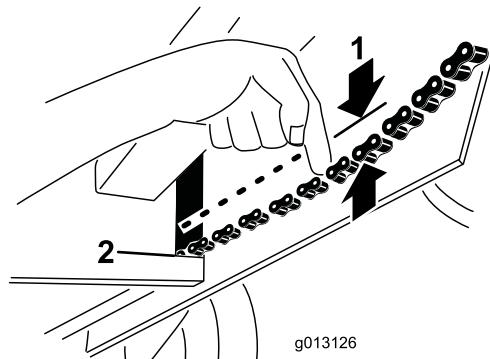

Figura 31
- Tire hacia abajo de la cadena, cerca del hueco del bastidor, con 4,5 kg de fuerza (Figura 31). Si la cadena se desvía más de 6 mm, apriétela como se indica a continuación: